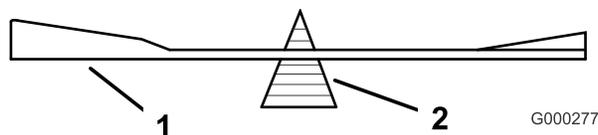

Figure 67
- Vérifiez l'équilibre de la lame en la plaçant sur un équilibreur (Figure 67).